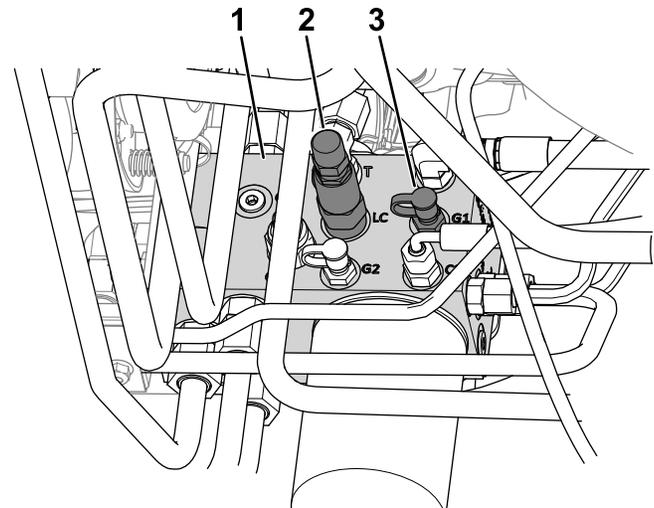

Figura 20
- Collegate un manometro alla porta diagnostica (con l'etichetta G1; fate riferimento a Figura 20).
- Corsore di trasferimento del peso (LC)
- Sul lato del collettore di sollevamento, rimuovete il cappuccio dalla porta diagnostica (con l'etichetta G1; fate riferimento a Figura 20).
- Allentate il controdado all'estremità del cursore di trasferimento peso (con l'etichetta LC; fate riferimento a Figura 20)